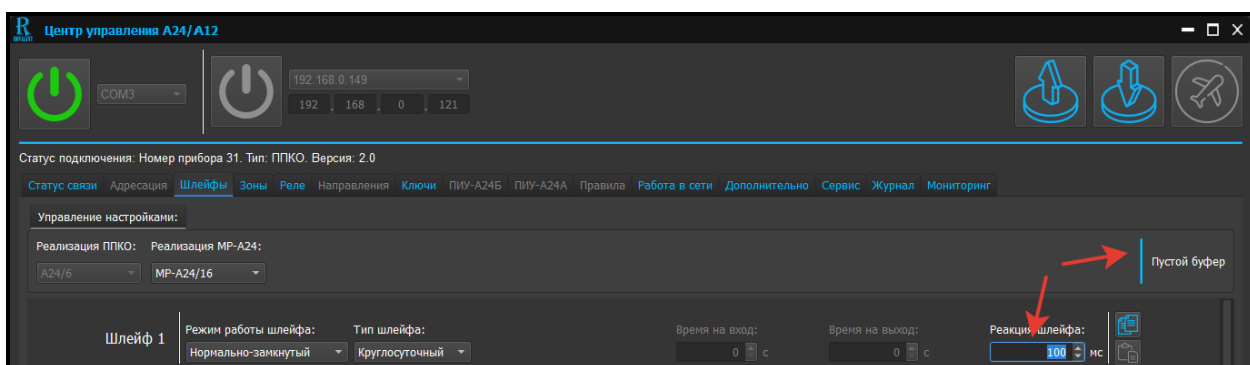

Рис. 22. Скриншот окна редактирования ШС типа «Круглосуточный»
4.1.2.3 Редактирование ШС типа «Круглосуточный» (см. рисунок 22)